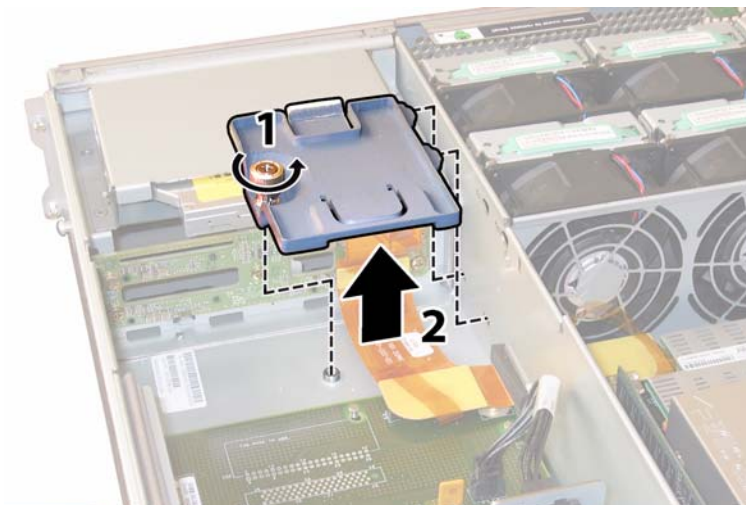

ABBILDUNG 4-49 Entfernen des Flex-Kabelhalters
11. Lösen Sie die federgespannte Befestigungsschraube des Flex-Kabelhalters, und entfernen Sie den Kabelhalter aus dem Gehäuse. Siehe ABBILDUNG 4-49.